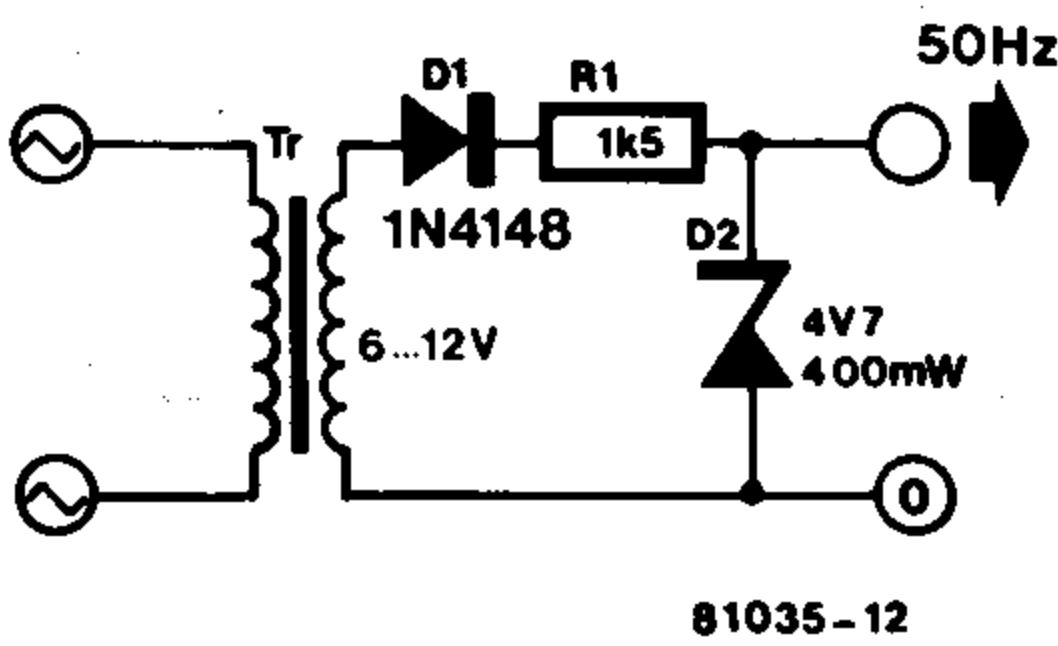

Figura 12. Este pequeño generador de 50 Hz., será de gran utilidad en el ajuste del medidor.
A) Para un captador de velocidad optoelectrónico o inductivo (ambos generan pulsos), se deberá utilizar el circuito de calibración mostrado en la figura 12. Este circuito genera pulsos de 50 Hz. y se aplicará simultáneamente a la entrada de ambos módulos de adaptación. Si la configuración escogida proporciona una indicación en l/100 km., el número visualizado será igual a:
A continuación se aplica a la entrada del módulo 1 la señal del generador (figura 12). Esta operación no es necesario hacerla con el coche en marcha, puede realizarse perfectamente en casa. Simultáneamente se aplicará a la entrada del módulo 3, una tensión continua igual a la que se midió en el curso de P1, es decir, 0,2 V. Para terminar, se ajustará P1 (del módulo 1) para obtener una medida en el visualizador igual a: